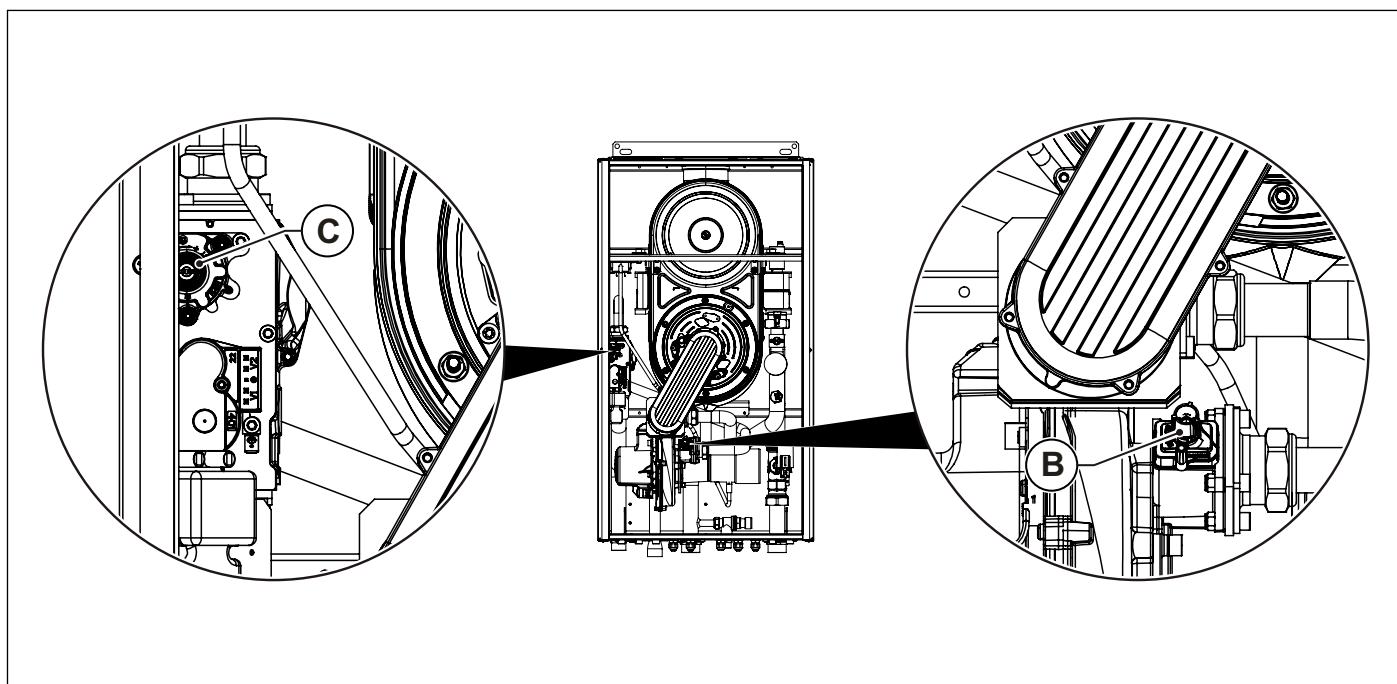

Fig. 29 Regulação do valor de gás carbônico
- Regule o valor do gás carbônico (CO2) nos fumos, girando o regulador de relação **B** (veja Fig. 29 Regulação do valor de gás carbônico) e certifique-se de que esteja dentro dos limites da Tab. 1 Dados de calibração KR 150.
- Regule o valor do gás carbônico (CO2) nos fumos, girando o regulador de offset **C** (veja Fig. 29 Regulação do valor de gás carbônico) e certifique-se de que esteja dentro dos limites da Tab. 1 Dados de calibração KR 150.